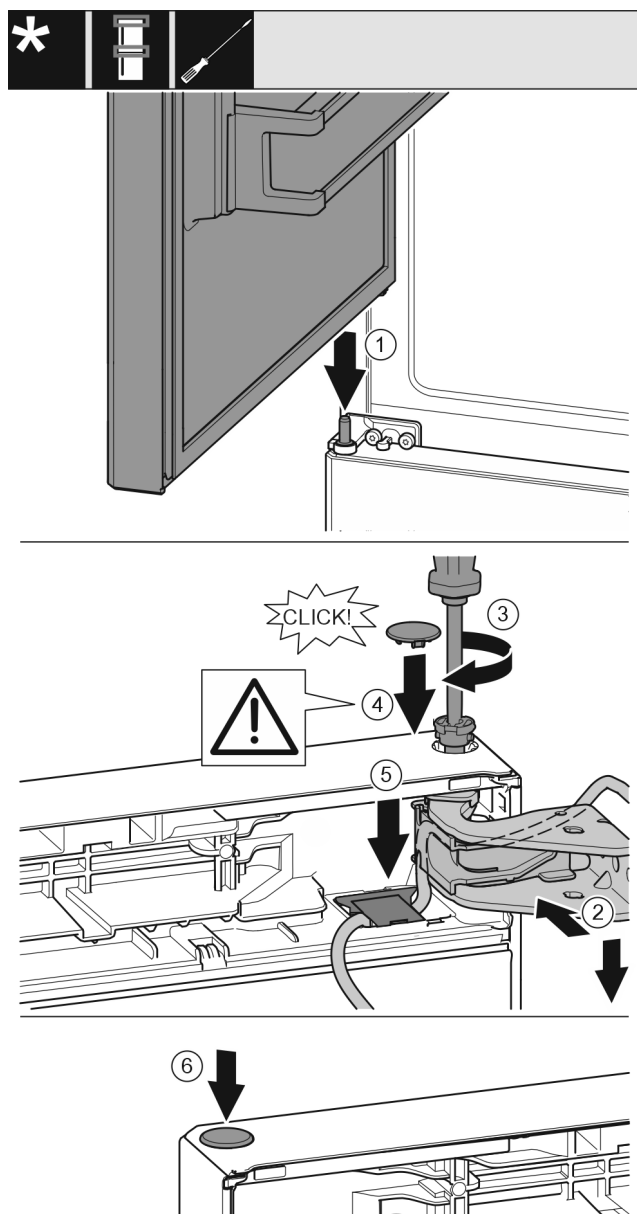

Fig. 43
- 冰箱上方门放置在中间轴承螺栓 Fig. 43 (1) 上。
- 将门的上方对准托架中的开口。 Fig. 43 (2)
- 放入螺栓 Fig. 43 (3) 并用螺丝刀拧紧。
- 安装冰箱门安全装置的安全盖 Fig. 43 (4)：放入安全盖并检查其是否在门上。此外将螺栓完全插入。
- 将盖板 Fig. 43 (5) 安装并朝下按压，直到其卡入到位。
- 放上堵头 Fig. 43 (6)。